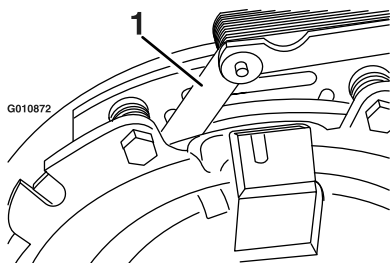
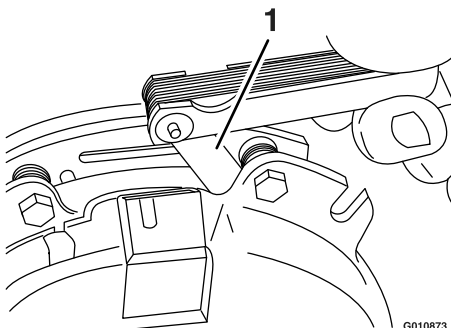

Figura 84
Figura 85
- E. Usando una galga de 0,25 mm, compruebe la presencia de un espacio entre el rotor y la cara de la armadura en ambos lados del polo del freno, según se indica en la Figura 84 y la Figura 85.